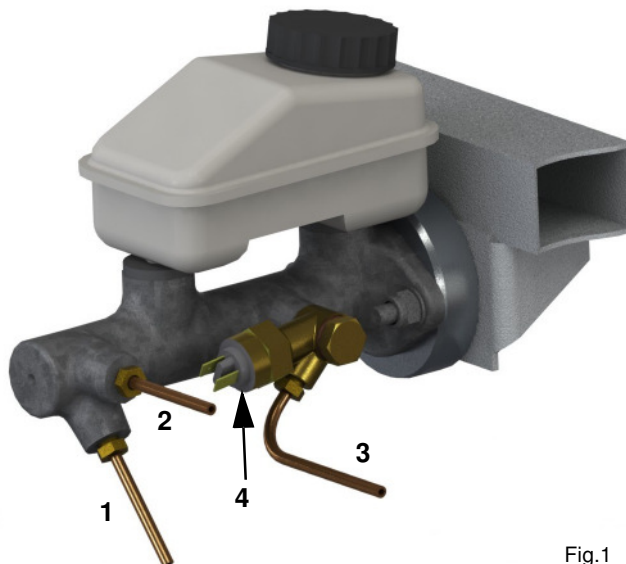

Fig.1
switch should go into the remaining hole closest to the master cylinder push rod. Use the V-Banjo Fitting and Banjo Bolt to accept the brake light switch. See Fig.1
Die Leitung der Hinterachse und der Bremslichtschalter kommen in Verbindung mit dem V-Ringstutzen, in Fahrtrichtung, vorderen Anschlüsse (3) und (4). Siehe Fig.1